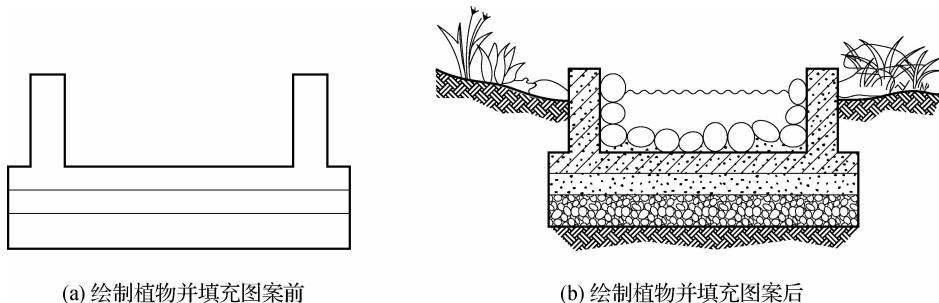

图 3-35 绘制植物及填充图案
下面以使用“多段线”“样色曲线”及“图案填充”等命令绘制图 3-35 为例进行介绍。
使用“多段线”“样条曲线”及“图案填充”等命令将图 3-35(a)修改为图 3-35(b)的步骤如下：
(3)删除辅助线 A、B 和 C,结果见图 3-35(b)。